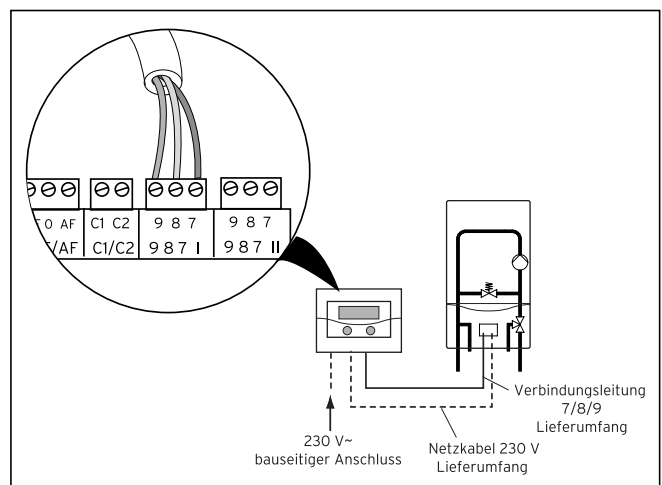

Abb. 4.1 Heizgerät anschließen
- Nehmen Sie die Anschlussverdrahtung des Heizgerätes mit der beiliegenden Verbindungsleitung gemäß Abb. 4.1 vor.